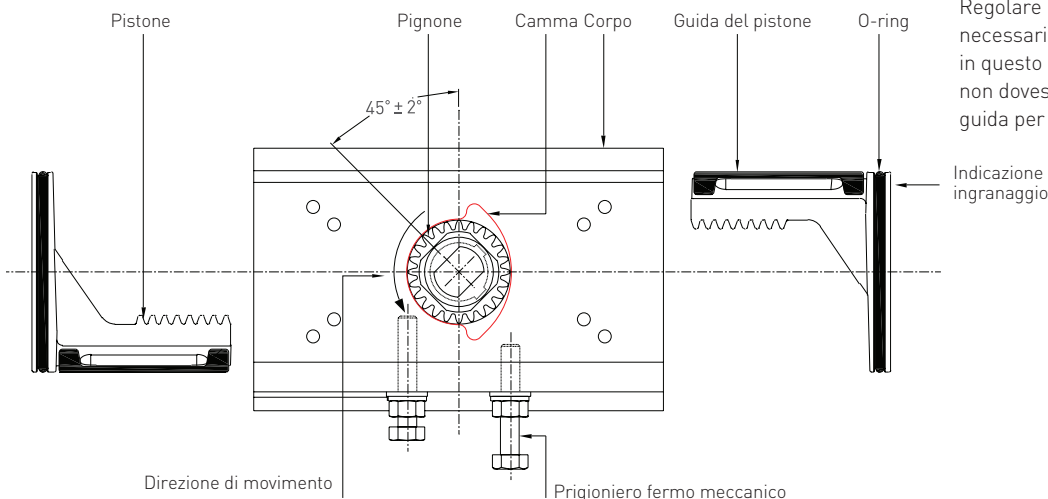
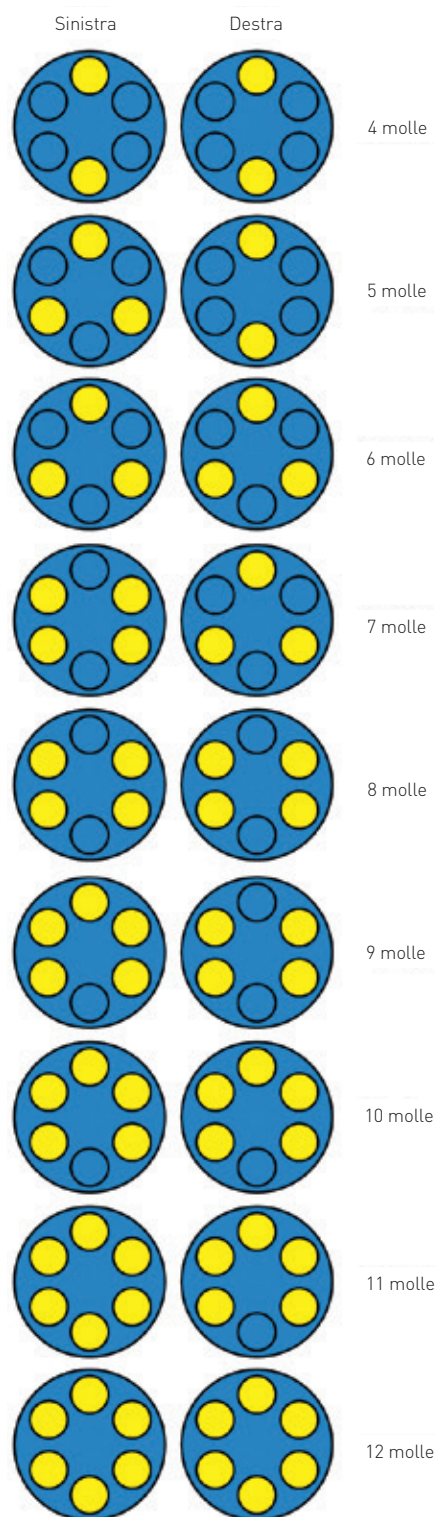

FIGURA 5 (vista superiore)
FIGURA 6 - Distribuzione delle molle
- a. Ruotare il pignone (2) in senso orario in posizione di chiusura.
- c. Posizionare il numero corretto di pacchi molla (6) nelle cavità poste sulla testa del pistone. Per una durata di vita prolungata, assicurarsi di dividere il numero di molle in modo regolare sui due lati, con una differenza massima di una molla, e di seguire le configurazioni indicate in Figura 6, in base al numero di molle.
3. Inserire le guarnizioni dei coperchi terminali (20) sui coperchi terminali (4) applicando un leggero strato di lubrificante.
4. Posizionare il coperchio terminale sopra i pacchi molla, assicurandosi che le molle siano correttamente inserite nelle apposite cavità. Fissare il coperchio terminale al corpo utilizzando le apposite viti (22) e rondelle (15). Serrare le viti del coperchio terminale applicando il valore di coppia consigliato (tabella 2). Assicurarsi che le molle restino in posizione durante l'assemblaggio del coperchio terminale.
5. Installare l'indicatore di posizione (25) sulla parte superiore dell'attuatore.
2. Orientare l'albero di uscita a 45° , come in figura 5.
3. Inserire completamente i pistoni e i relativi pattini (9) con le basi dei pistoni sul lato destro rispetto a foro, osservandole dall'estremità dell'o-ring del pistone (figura 5), fino a quando la cremagliera non si innesta sul pignone, quindi spingere delicatamente verso l'interno. L'attuatore si trova ora in posizione completamente aperta e l'indicazione sull'albero dovrebbe trovarsi a 95° .
5. Inserire il prigioniero sinistro (di apertura) del fermo meccanico (21) insieme ai relativi o-ring (19), rondelle (14) e dado di blocco (23), fino a quando il prigioniero non tocca la camma dei fermi meccanici di fine corsa. Serrare il dado di blocco.
7. Inserire il prigioniero destro (di chiusura) del fermo meccanico (21) insieme ai relativi o-ring (19), rondella (14) e dado di blocco (23), fino a quando il prigioniero non tocca la camma dei fermi meccanici di fine corsa. Serrare il dado di blocco. La posizione dei prigionieri dei fermi meccanici deve essere verificata dopo l'assemblaggio della valvola e regolata, se necessario.
- c. Posizionare il numero corretto di molle nelle cavità poste sulla testa del pistone. Seguire gli schemi di configurazione riportati in Figura 6, in base al numero di molle. Per una durata di vita prolungata, assicurarsi di dividere il numero di molle in modo regolare sui due lati, con una differenza massima di una molla.
9. Inserire le guarnizioni dei coperchi terminali (20) sui coperchi terminali (4) applicando un leggero strato di lubrificante.
10. Posizionare il coperchio terminale sopra i pacchi molla e fissare il coperchio terminale al corpo utilizzando le apposite viti (22) e rondelle (15). Serrare le viti del coperchio terminale applicando il valore di coppia consigliato in tabella. Assicurarsi che le molle restino in posizione durante l'assemblaggio del coperchio terminale.
11. Installare l'indicatore di posizione (25) sulla parte superiore dell'attuatore.
Il numero di molle utilizzato può variare tra 4 e 12 pezzi. Per una durata di vita prolungata, assicurarsi di dividere il numero di molle in modo regolare sui due lati, con una differenza massima di una molla, e di seguire le configurazioni indicate in Figura 6, in base al numero di molle.